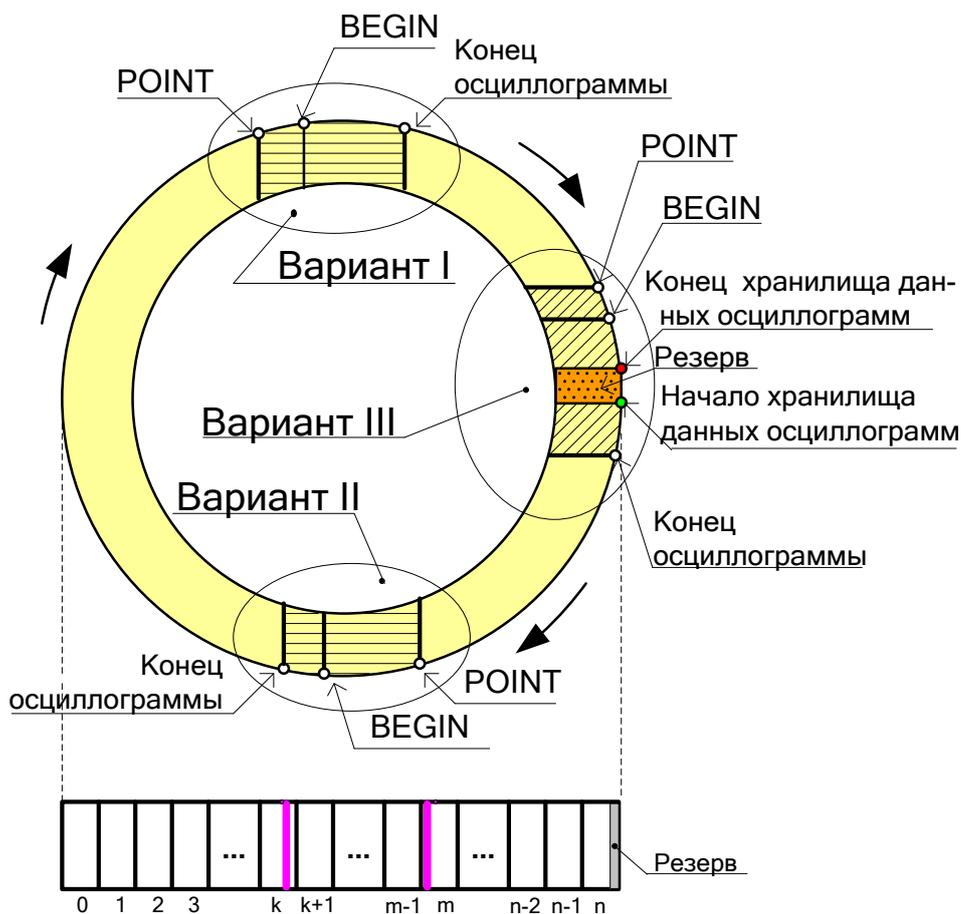

Рисунок 3.2
*Протокол связи «MP-СЕТЬ» обеспечивает считывание осциллограмм из массива данных в циклическом режиме (см. рисунок 3.2), при этом в зависимости от того, в какой сектор кольцевого цикла («Вариант I» или «Вариант II») попала искомая осциллограмма адрес аварии (BEGIN) может быть больше или меньше адреса начала блока текущей осциллограммы (POINT). При чтении осциллограммы область «Резерв» в массиве данных должна быть исключена.*